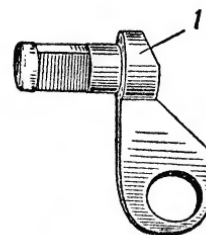

Рис. 93. Предохранитель:
8. В автоматической винтовке предохранитель (рис. 93) не имеет на головке выступа, который в самозарядной винтовке ограничивает проворот флажка предохранителя вправо, и, кроме того, на головке предохранителя сделан скос для обеспечения большего отхода хвоста спускового крючка назад.